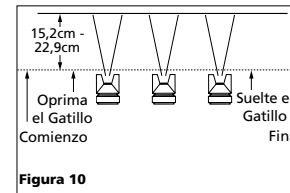

Figura 10
- Oprima el gatillo adecuadamente. Comience a mover la pistola ANTES DE OPRIMIR EL GATILLO y deje de oprimirlo ANTES DE PARAR DE MOVERLA. Este procedimiento le permitirá que el acabado sea parejo sin dejar rastros de donde se unen las diferentes manos de pintura (Vea la Figura 10).